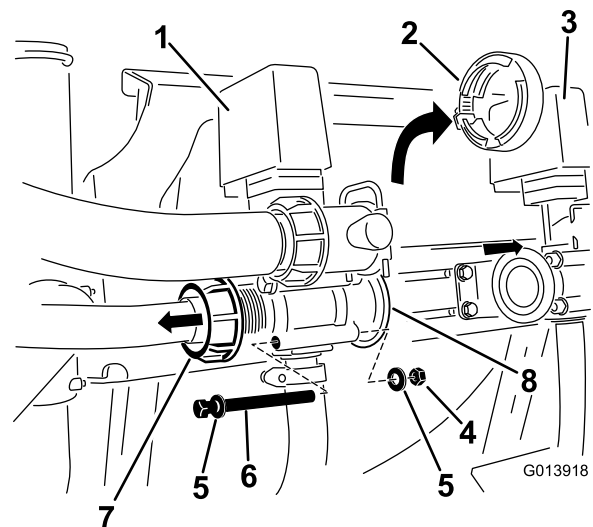

Figura 4
4. Individuate il dado ad alette che fissa il flessibile dell'agitatore al corpo della valvola dell'agitatore. Allentate il dado ad alette in modo da creare spazio per la rimozione degli elementi di fissaggio del corpo della valvola (Figura 4).
6. Togliete il riduttore dal corpo della valvola (Figura 4).